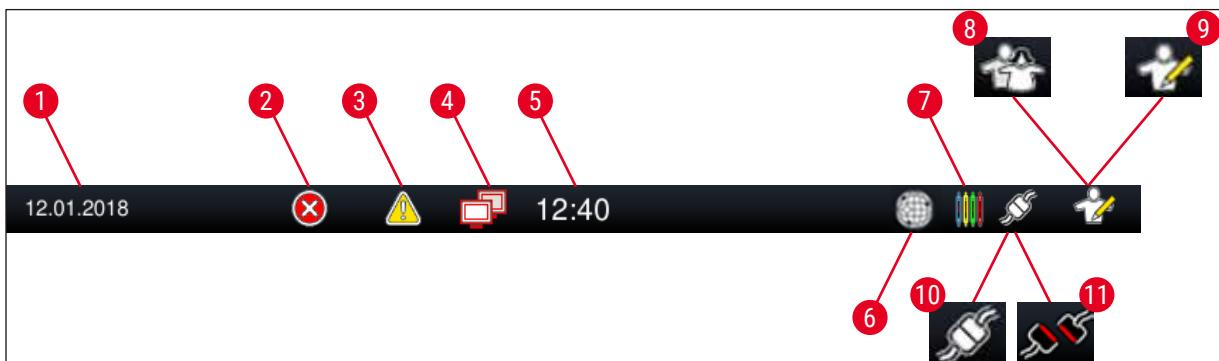

図 16
4. 現在のユーザーのステータスを示すアイコンが画面の右上、ステータスバー (「図16」) に表示されます。